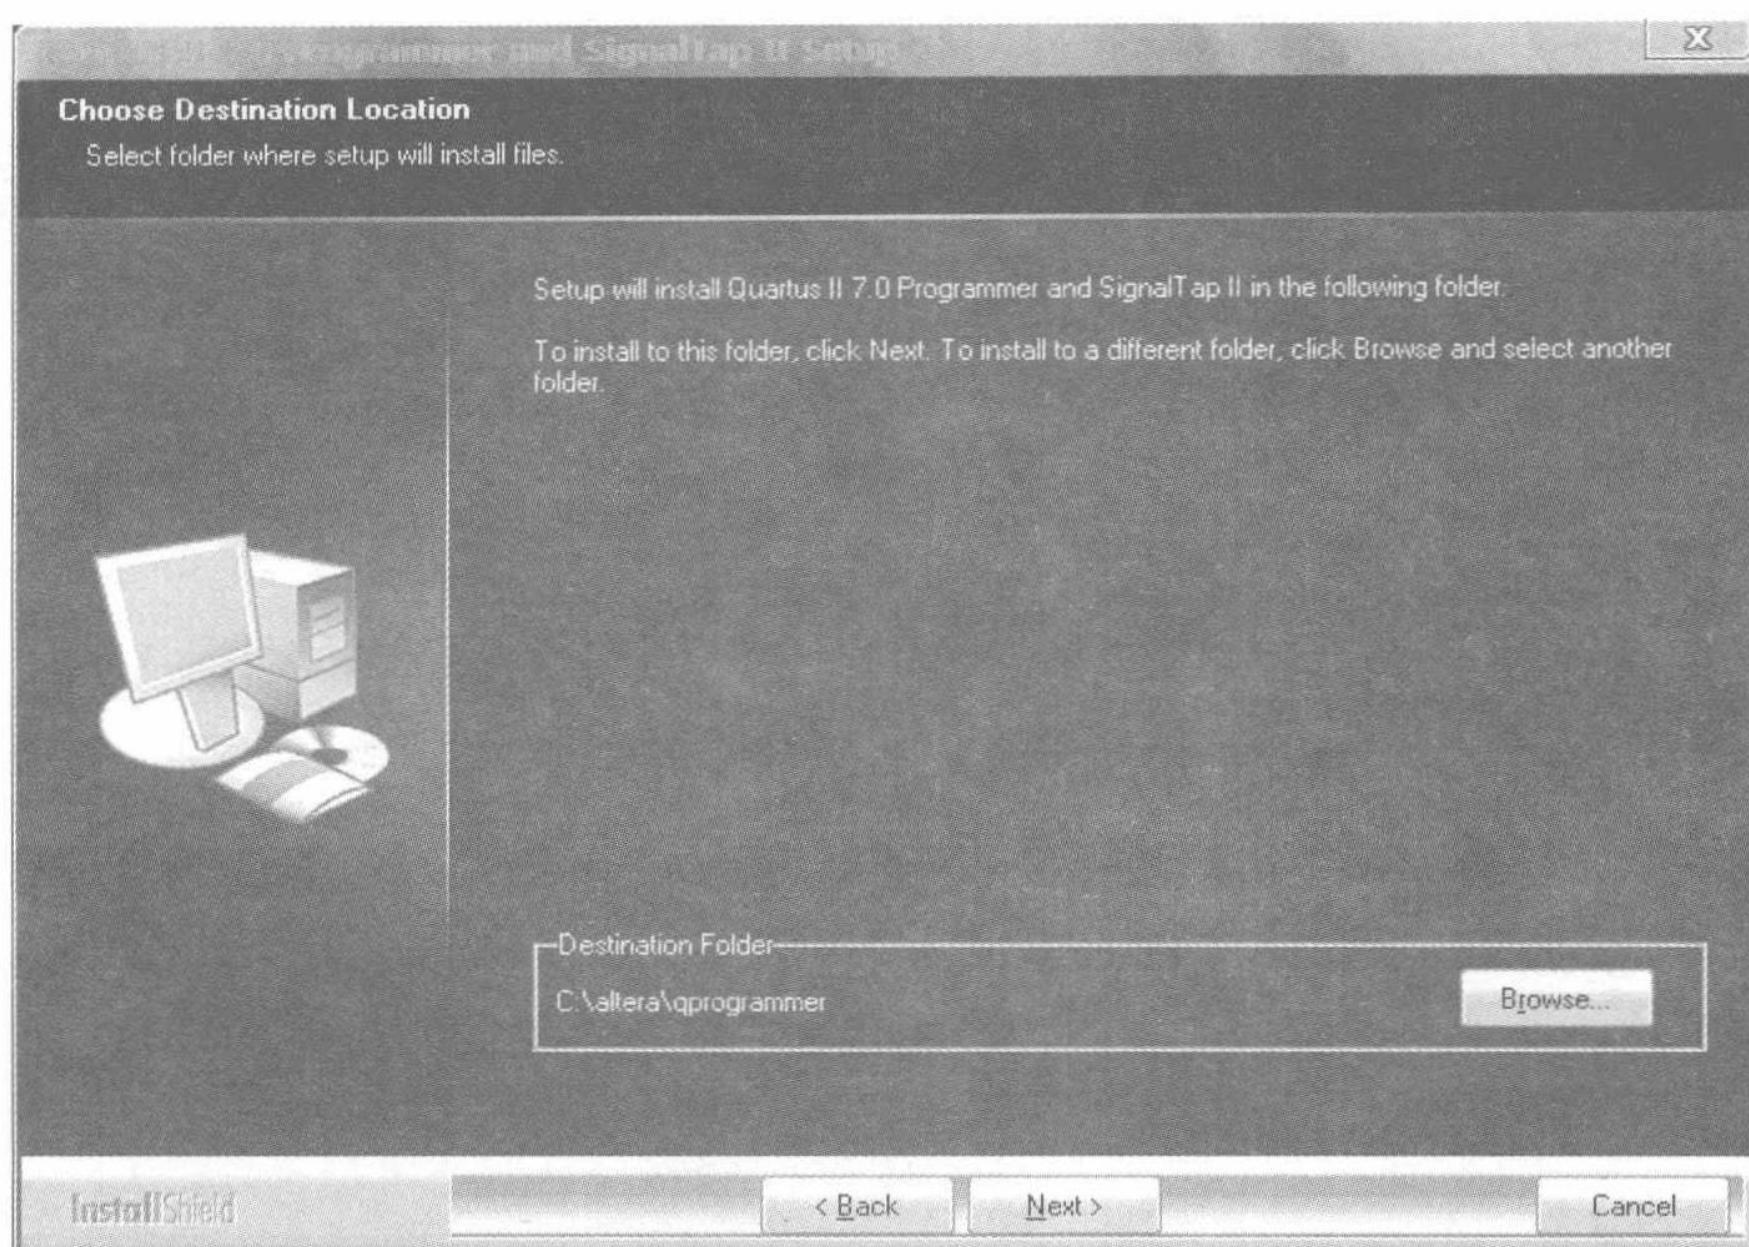

图 1.4 “安装路径选择”对话框
(4) 按下【Next】按钮后，进入安装路径选择界面，如图 1.4 所示。（建议安装在默认的路径）